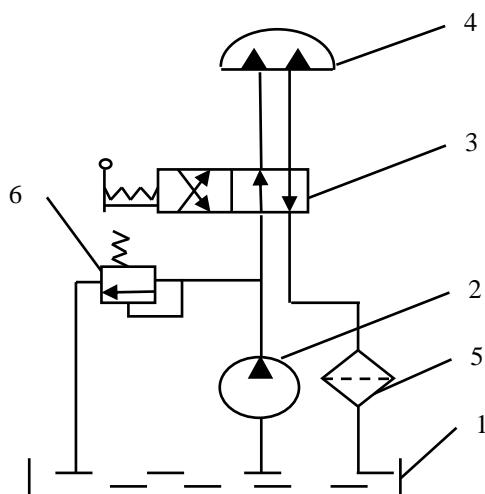

Рис. 4
– гидропривод поворотного движения (рис. 4), когда в качестве гидродвигателя применен поворотный гидроцилиндр, у которого ведомое звено (вал или корпус) совершает возвратно-поворотное движение на угол, меньший 360° .